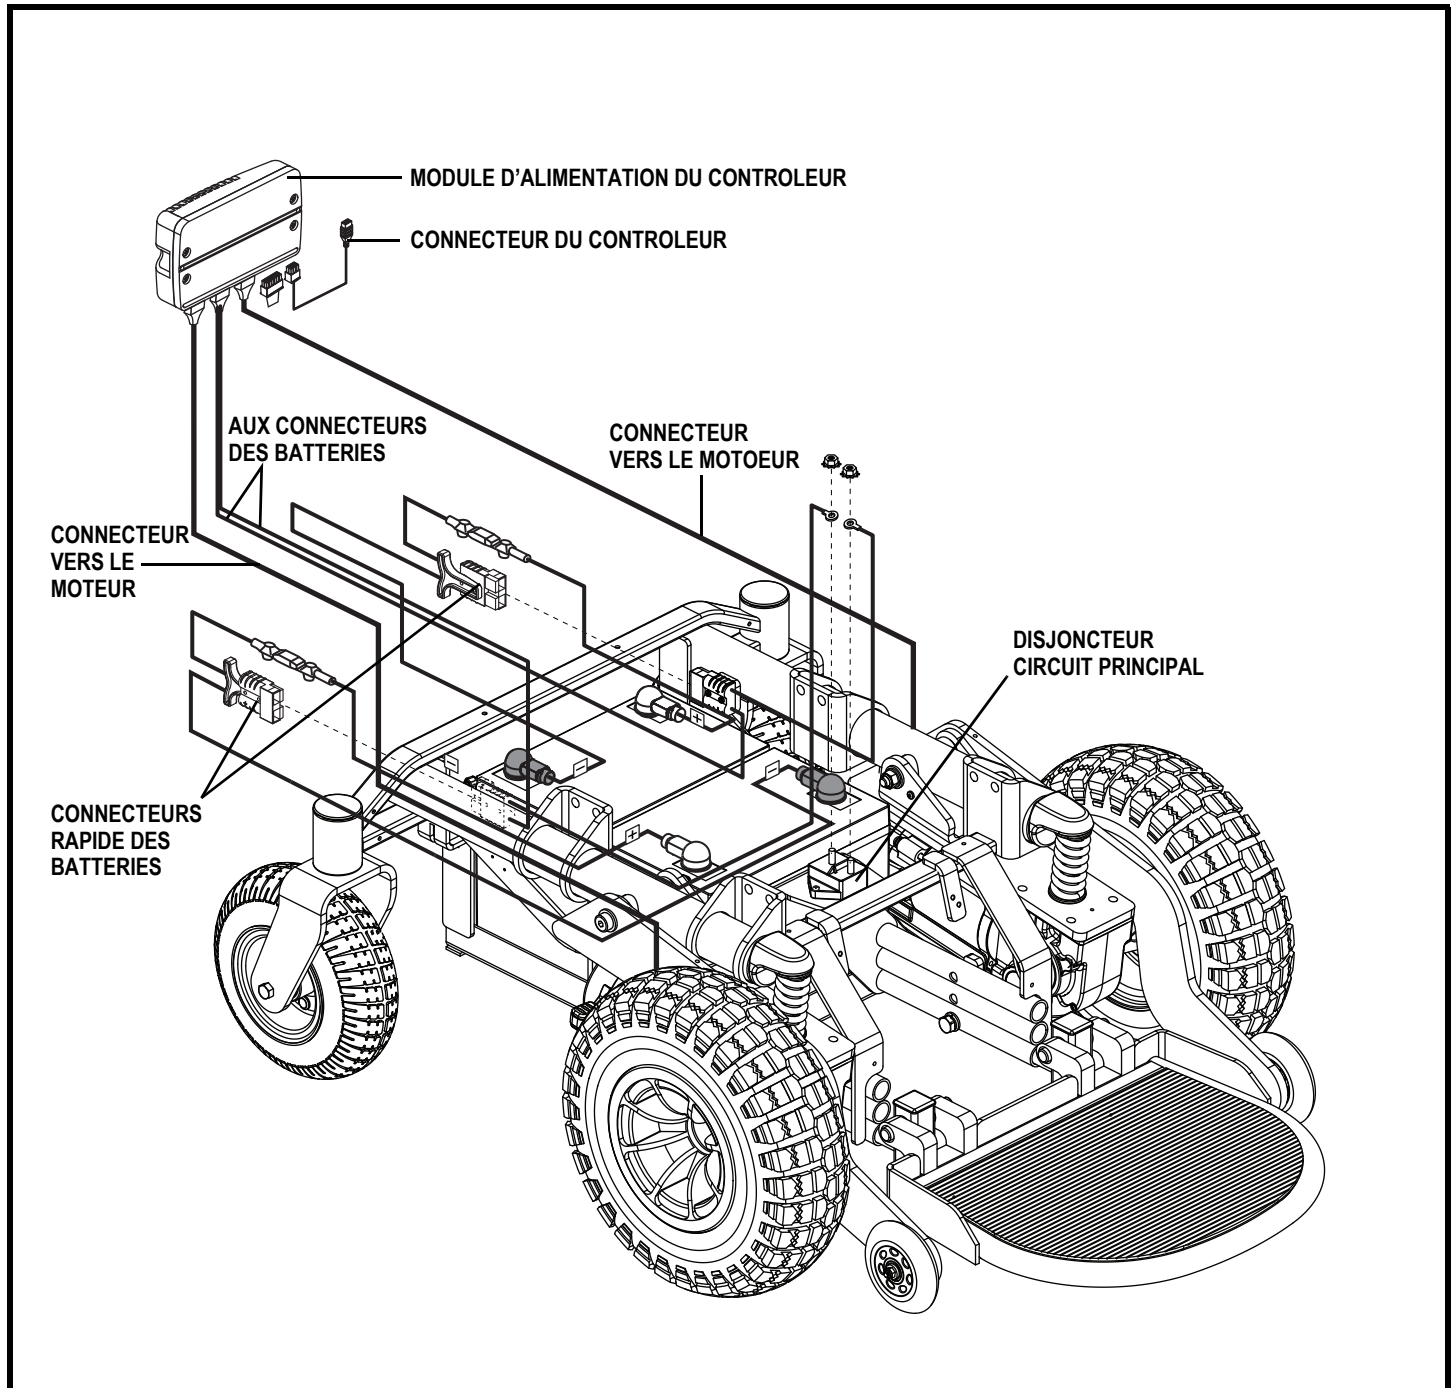

Figure 3. Composantes électroniques du Quantum/Jazzy 1450 Serie
Les composantes électriques sont le contrôleur, les batteries et les moteurs. Les batteries, les moteurs et le module d'alimentation du contrôleur (si équipé) sont situés sur la base motorisée. Le contrôleur est situé sur le module de siège. Les composantes sont reliées entre elles à l'aide de un ou plusieurs câbles. **Voir la figure 3.**
5. Branchez le connecteur du contrôleur dans la base motorisée. Voir la figure 3.
3. Débranchez le/les connecteur(s) du contrôleur de la base motorisée. **Voir la figure 3.**